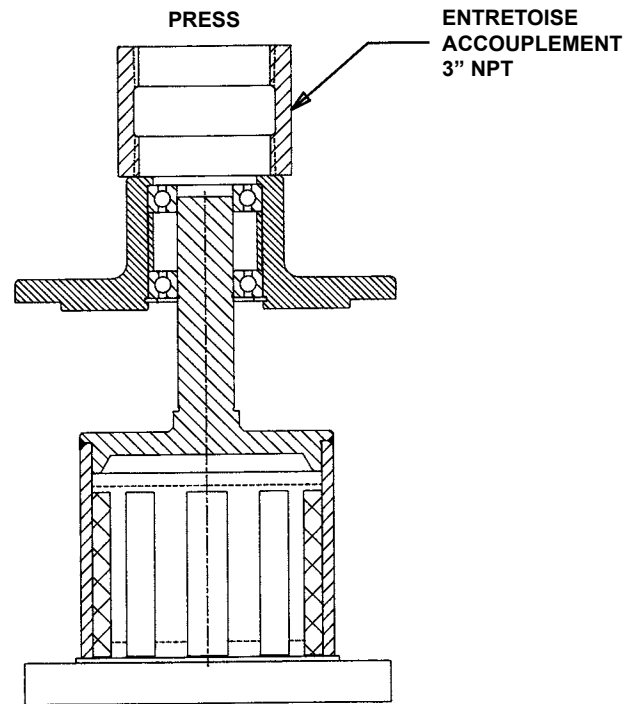

FIGURE 14
- Placez (1) roulement dans l'alésage du boîtier. Enfoncez doucement dans l'alésage. Placez l'entretoise dans l'alésage et enfoncez le deuxième roulement. Enfoncez doucement jusqu'à ce que les roulements soient au fond. Installez l'anneau de retenue interne dans le boîtier de roulement.
- Glissez l'arbre de l'aimant externe dans le roulement jusqu'à ce qu'il rencontre une résistance. Placez droit dans la presse (**Voir Figure 14**) placez une entretoise sur l'extrémité du boîtier comme un accouplement NPT de 3" et enfoncez le boîtier jusqu'à ce que les roulements sortent sur l'épaule de l'arbre. Installez l'anneau de retenue externe sur l'arbre de l'aimant externe.